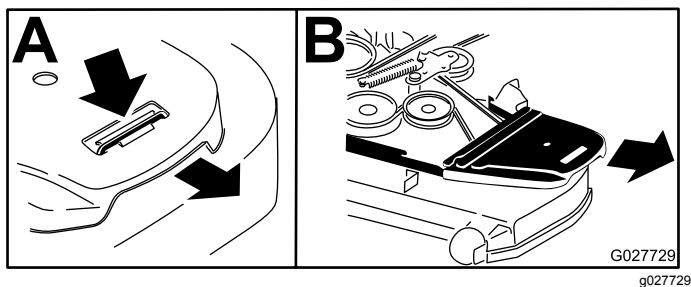

Figura 83
4. Retire as coberturas da correia (Figura 83).